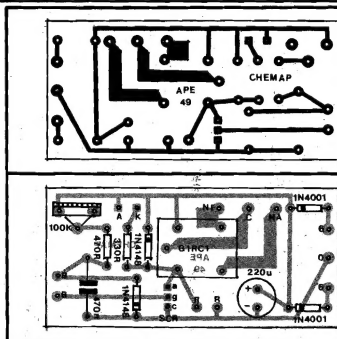
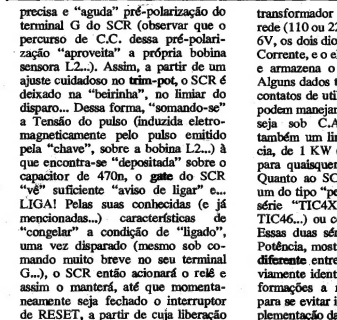

Fig.2
Fig.3
camente à linha do **negativo** da alimentação...). Na prática, esse acréscimo exigirá também os complementos detalhados na figura B, ou seja: **jumper**s feitos com pedacinhos de fio fino isolados, interligando as respectivas ilhas cobreadas (pinos 4-10 do 4013B) à barra do negativo, no **lay out** do Circuito Impresso (originalmente mostrado na fig. 2 - pág. 15 - APE 41). Observem que todas as demais conexões mostradas no esquema e no **lay out** do Impresso estão absolutamente corretas, e devem permanecer conforme os originais... Quanto ao "chapado" da montagem (fig. 3 - pág. 15 - APE 41), também está rigorosamente correto (desde que feitas, pelo lado cobreado da placa, as correções descritas na fig. B ora publicada). Juntamente com nossos humildes pedidos de perdão, aproveitamos para agradecer ao Teodoro e ao Áureo, pela atenção ao nosso trabalho, pela crítica construtiva e pelo auxílio "irmão" que todo Hobbysta verdadeiro não se farta de oferecer à Revista! Aos demais companheiros de Turma, encarecemos que retifiquem, nos seus exemplares de Coleção, as figuras ora alteradas, de modo que seus dados técnicos fiquem perfeitos (uma boa idéia é simplesmente "xerocar" o presente Correio Técnico e guardar a folha dentro de APE nº 41, entre as páginas 14-15...).
- FIG. 2 - LAY OUT DO CIRCUITO IMPRESSO ESPECÍFICO - Apenas